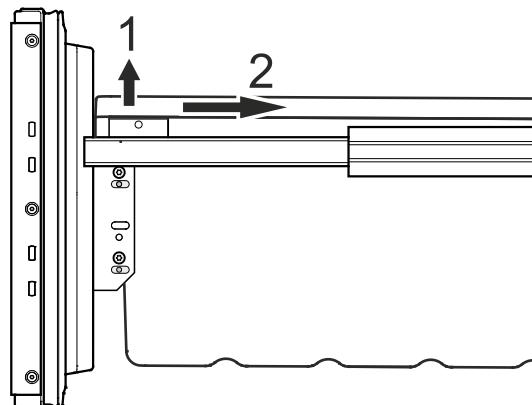

Figure 15
- Désenclipsser les coins gauche et droit du récipient en le tirant vers le haut (1) - **Figure 15**.
- Pousser le récipient vers l'arrière (2) - **Figure 15**.